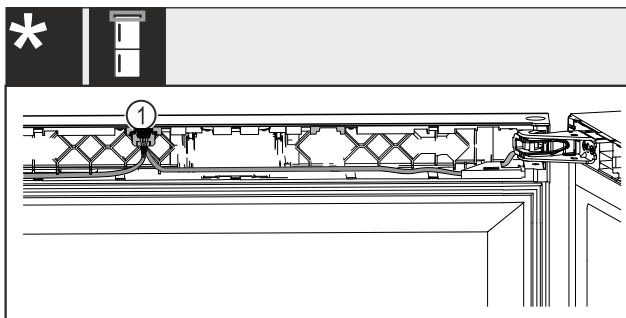

Fig. 50 Wein-Gefrier-Kombinationen*
- ▶ Stecker Fig. 50 (1) in die Führung einrasten.*